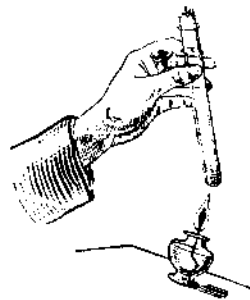

Рис. 7. Нагревание пробирки на горелке
1. Вставьте в пробирку пробку с просверленным отверстием. В отверстие должна быть вставлена стеклянная трубка. Положите в пробирку несколько древесных стружек и начните подогревать на горелке (рис. 7). Запишите подробно, что при этом получится и сравните с содержанием настоящей главы.